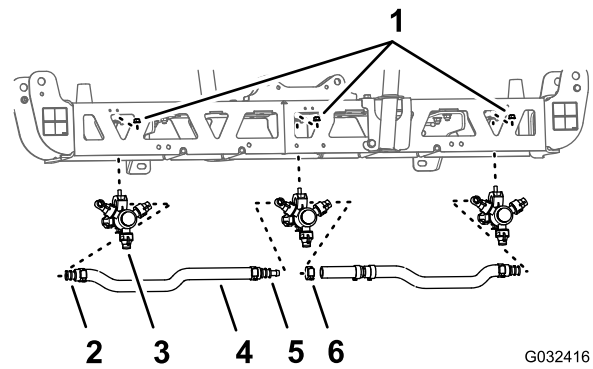
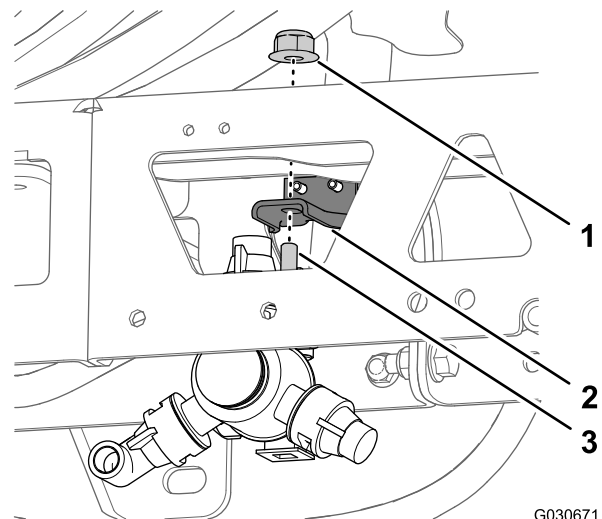

Figure 48
Figure 49
- Sur la section de pulvérisation centrale, retirez le contre-écrou à embase qui fixe la buse de pulvérisation à son support (Figure 48 et Figure 49).
- Déposez la buse de la section de pulvérisation centrale (Figure 48 et Figure 49).
- Retirez les flexibles (¾" diamètre int.), les anneaux cannelés, les colliers et le raccord en T cannelé de la section de pulvérisation centrale (Figure 48).